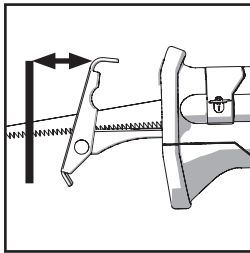

Abb. 3
- Lösen Sie die zwei Innensechskantschrauben (**Abb. 3**)